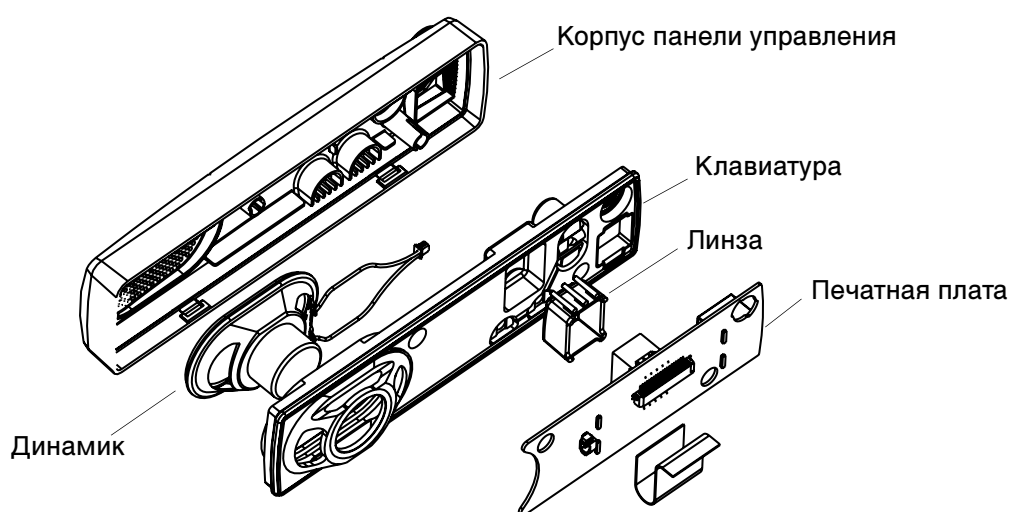

**Рис. 2-10** Демонтаж основной печатной платы (для радиостанций без зажима усилителя мощности)
1. Снимите прижимные винты усилителя мощности. См. рис. 2-10.